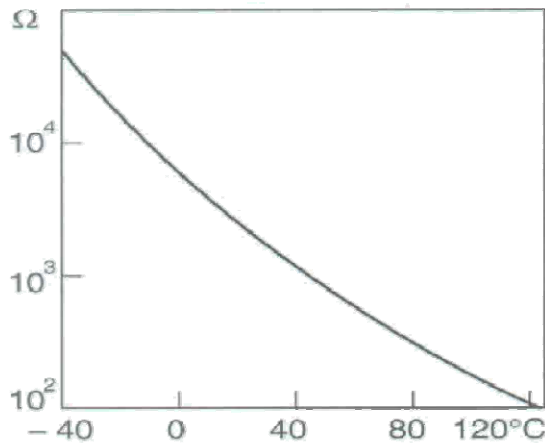

图 3-5 进气温度传感器 NTC 电阻特征曲线
**温度传感器部分：**（卸下接头）把数字万用表打到欧姆档，两表笔分别接传感器 1#、2# 针脚， $20^\circ\text{C}$  时额定电阻为  $2.5\text{ k}\Omega \pm 5\%$ ，其它对应的电阻数值可由图 3-5 特征曲线量出。测量时也可用模拟的方法，具体为用电吹风向传感器送风（注意不可靠得太近），观察传感器电阻的变化，此时电阻应下降。